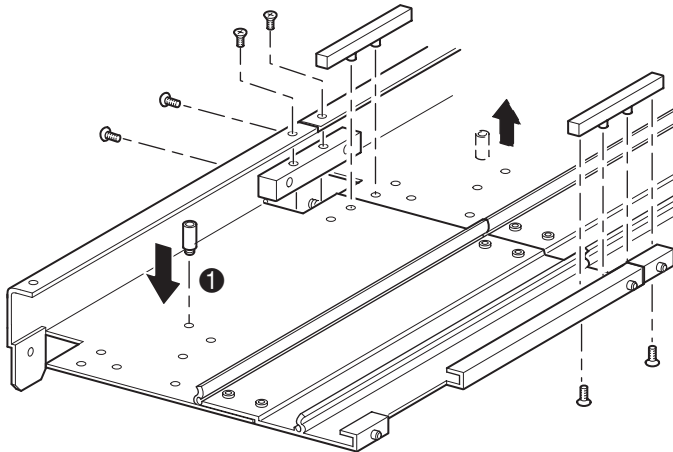

Figura 2-18: Installazione dei tiranti
- b. Allineare i perni dei due tiranti stretti con i fori presenti sull'estensione e sull'unità PTM di base (vedere la Figura 2-18), quindi fissare i tiranti utilizzando quattro viti di fissaggio (due per ciascun tirante).
- c. Fissare i due tiranti larghi (con l'estremità smussata verso l'angolo interno dell'unità PTM di base e dell'estensione) utilizzando quattro viti di fissaggio (vedere la Figura 2-18).
11. Rimuovere il dispositivo di arresto inferiore dall'unità PTM di base e fissarlo al foro di montaggio corrispondente (❶, Figura 2-18) nell'ultima unità del meccanismo PTM esteso.